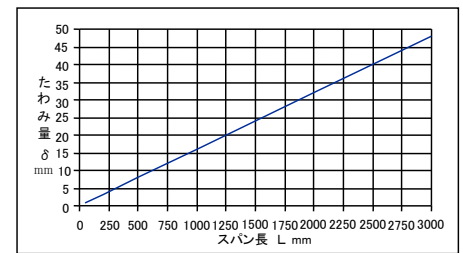

図 12 Vベルトの必要たわみ量 (δ mm)
- ・たわみ量 ( $\delta$  mm) はスパン長 (L mm) をはかり、図12より求めます。